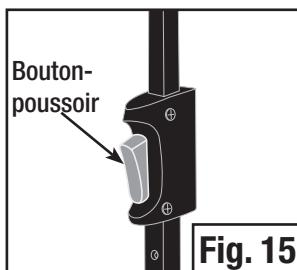

Fig. 15
- Abaissez l'armature un poteau à la fois en appuyant sur les boutons-poussoir situés sur la partie du bas des poteaux. (Fig. 15)